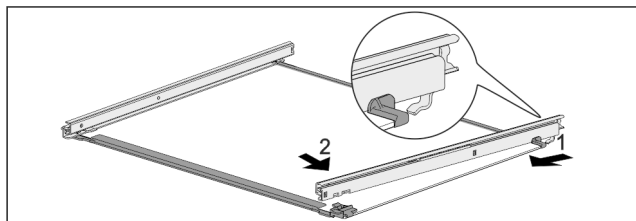

Fig. 85 Placa de vidrio con guías
- ▶ Enganche la guía por detrás. *Fig. 85 (1)*
- ▶ Encastre la guía por delante. *Fig. 85 (2)*